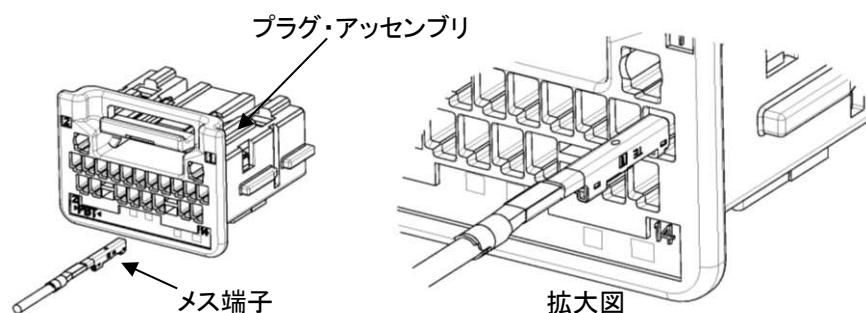

Fig. 9
- (3) Fig. 9 のような向きにメス端子を指定のキャビティ(メス端子が収納される穴)に挿入します。ランス(端子ランス)が係止され、それ以上挿入できなければ完了です。